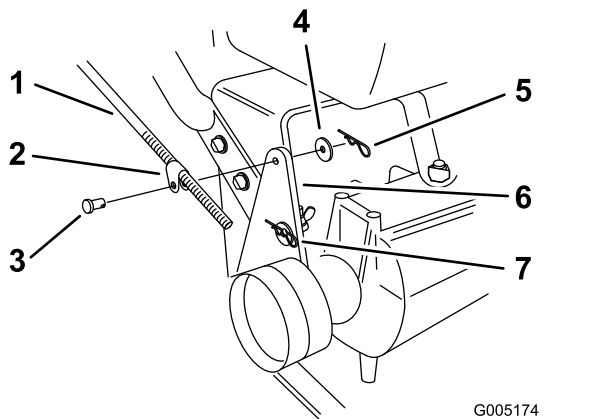

Рисунок 35
2. Проверьте работу системы. Если требуется регулировка, снимите игольчатый шплинт, шайбу и шплинтуемый штифт, с помощью которых опора тяги управления крепится к кронштейну натяжного ролика (Рисунок 35).